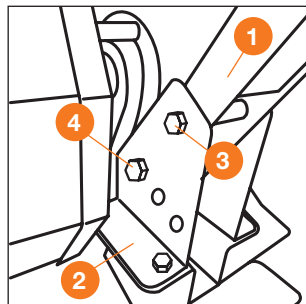

Рис. 15
- Зафиксируйте консоль в кронштейне двумя болтами M8x70 с гайками **3** и **4** (Рис. 15).